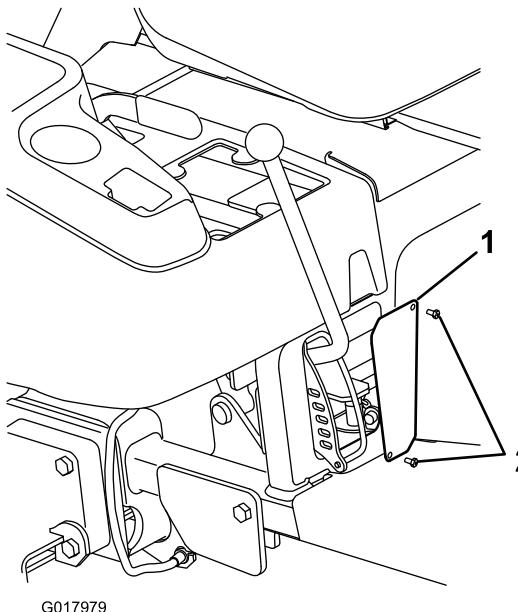

Figura 9
1. Instale o novo painel do filtro na **parte posterior** da abertura da estrutura com dois parafusos HWH (n.º 10 x $\frac{1}{2}$ pol.) (Figura 9).